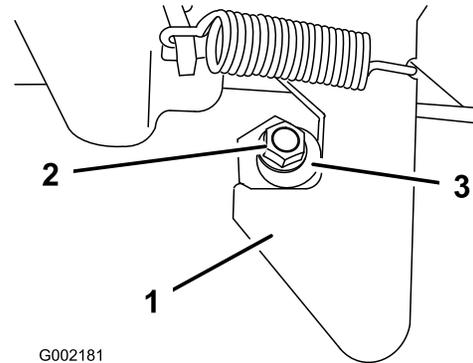

Figura 67
1. Allentate il dado di bloccaggio sull'estremità della colonnetta di ancoraggio (Figura 67).
2. Ruotate la colonnetta di ancoraggio in senso orario finché non si trova saldamente contro la sezione di aggancio del fermo (Figura 67).